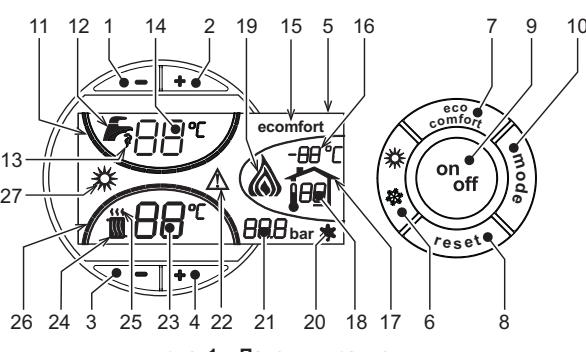
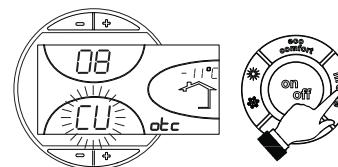

рис. 1 - Панель управления
рис. 11 - Кривая погодозависимого регулирования
О поступлении команды на включение отопления (от комнатного термостата или от пульта ДУ с таймером) предупреждает мигание индикатора теплого воздуха, установленного на радиаторе (дет. 24 и 25 - рис. 1).
Индексные метки с подсветкой системы отопления (поз. 26 - рис. 1) загиваются по мере приближения измеряемой датчиком температуры к заданному значению.
О поступлении команды на включение системы ГВС, генерируемой при заборе горячей воды, предупреждает мигание соответствующего индикатора на кране (поз. 12 и 13 - рис. 1). Убедитесь, что функция Comfort (поз. 15 - рис. 1) находится в активном режиме
Индексные метки с подсветкой системы ГВС (поз. 11 - рис. 1) загиваются по мере приближения измеряемой датчиком температуры к заданному значению.
При включенном системе нагрева воды в бойлере ( заводская установка) на дисплее отображается символ режима COMFORT (поз. 15 - рис. 1); наоборот, если система нагрева выключена, на дисплее высвечивается символ режима ECO (поз. 15 - рис. 1)
Бойлер может быть выключен пользователем (режим ECO) нажатием кнопки eco/comfort (поз. 7 - рис. 1). Для включения режима "КОМФОРТ" снова нажмите кнопку "Экономичный"/"Комфорт" (поз. 7 - рис. 1).
Нажмите кнопку Вкл/Выкл (поз. 9 - рис. 1) на 1 секунду.
Для повторного включения котла снова нажмите кнопку Вкл/Выкл (поз. 9 - рис. 1) на 1 секунду.
- Нажмите кнопку ON/OFF (9 - рис. 1).
Нажмите клавишу Лето/Зима (поз. 6 - рис. 1) на 1 секунду.
На дисплее высвечивается символ "Лето" (поз. 27 - рис. 1). При этом котел будет вырабатывать только воду для ГВС. Остается активной система защиты от замерзания.
Для выключения режима "Лето" вновь нажмите клавишу Лето/Зима (Поз. 6 - рис. 1) на 1 секунду.
Температура в системе отопления регулируется в пределах от 30°C до 80°C с помощью клавиш (дет. 3 и 4 - рис. 1).
Температура в системе ГВС регулируется в пределах от 10°C до 65°C с помощью клавиш (поз. 1 и 2 - рис. 1).
При установке внешнего датчика (опция) на дисплей панели управления (поз. 5 - рис. 1) выводится текущая внешняя температура, измеряемая этим датчиком. При этом система управления котлом работает в режиме "Плавающая температура". В этом режиме температура воды в системе отопления регулируется в зависимости от внешних климатических условий с тем, чтобы обеспечить максимальный комфорт и экономию энергии в течение всего года. В частности, при увеличении температуры наружного воздуха уменьшается температура подаваемой в систему отопления воды в соответствии с определенной "характеристикой компенсации".
В режиме плавающей температуры величина, заданная с помощью клавиш регулировки отопления (поз. 3 и 4 - рис. 1), становится максимальной температурой воды системы отопления. Рекомендуется устанавливать ее на максимальную величину, чтобы позволить системе выполнять регулировку во всем полезном рабочем диапазоне.
При однократном нажатии на клавишу Режим (поз. 10 - рис. 1) отображается фактическая компенсационная кривая (рис. 11), которую можно изменить с помощью клавиш системы ГВС (поз. 1 и 2 - рис. 1).